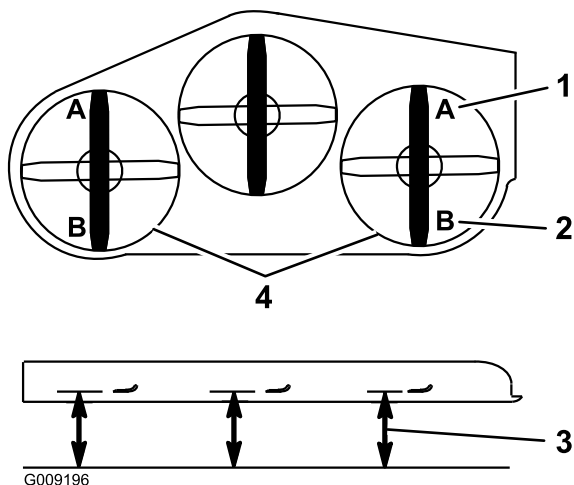

Figure 114
9. De chaque côté du tablier de coupe, mesurez la distance entre la surface plane et la pointe avant de la lame (position A), comme montré à la Figure 114.
15. De chaque côté du tablier de coupe, mesurez la distance entre la surface plane et la pointe arrière de la lame (position B), comme montré à la Figure 114.